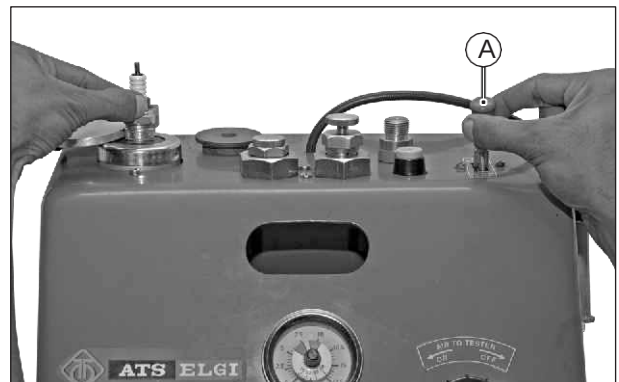

Fig. 2.11
- Asegúrese que la alimentación de energía y aire comprimido es la correcta y fije la bujía a la máquina como se muestra en la imagen. (Fig. 2.11)
- Chorree el material abrasivo tirando de la palanca (A) mientras gira la bujía. (Fig. 2.11)
- Ahora presione la palanca hacia la posición de chorro de aire para eliminar cualquier material atascado en el tapón. (Fig. 2.11)